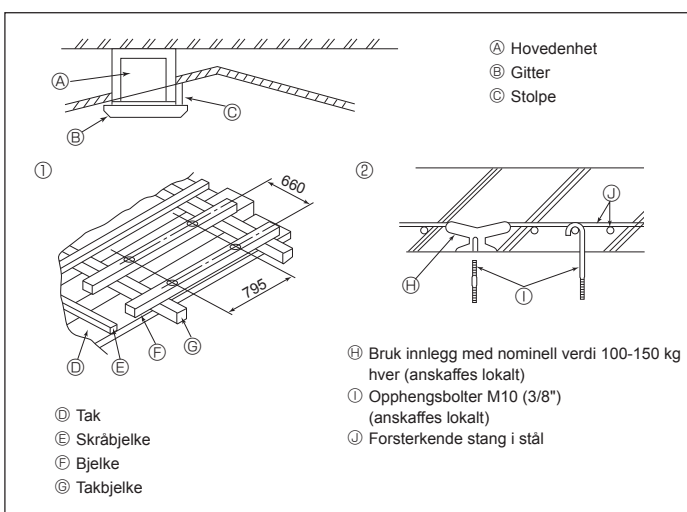

Fig. 3-5
3.5. Opphengsstruktur (gi opphengsstedet en sterk struktur) (Fig. 3-5)